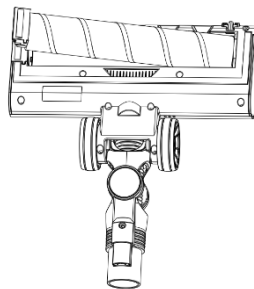

Figura 23
2. Îndepărtați peria cu role și curățați murdăria care obstrucționează fluxul de aer în furtunul din partea inferioară atunci când folosiți peria (Figura 23).